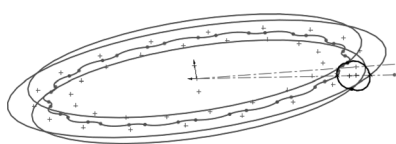

图 3-37 绘制“穿透点”圆弧
STEP 5 进入“上视基准面”的草绘环境, 绘制如图 3-37 所示的草绘图形(令两个圆弧的圆心通过水平虚线, 端点“穿透”其他基准面中的弧线)。